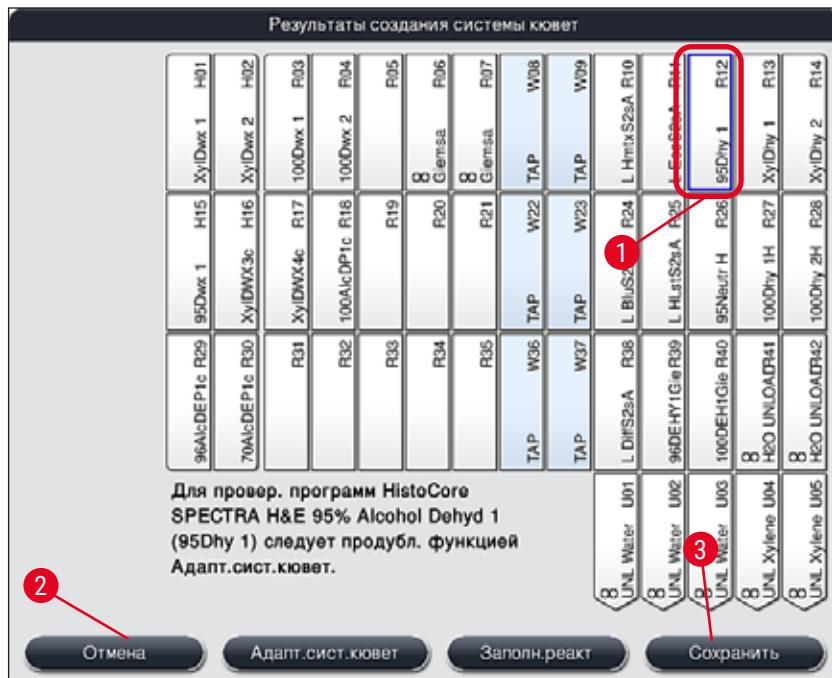

Рис. 53
- После того, как программное обеспечение рассчитает параметры системы кювет с использованием программ с назначенными приоритетами, на экране появится обзор результатов (→ "Рис. 53") для пользователя.
- Если ни одна из программ Leica не интегрирована в систему кювет, изображение (→ "Рис. 53") будет отличаться от представленного (не показано на рисунках). В этом случае реагенты можно заливать в соответствии с описанием в (→ с. 89 – Заполнение реагентами).